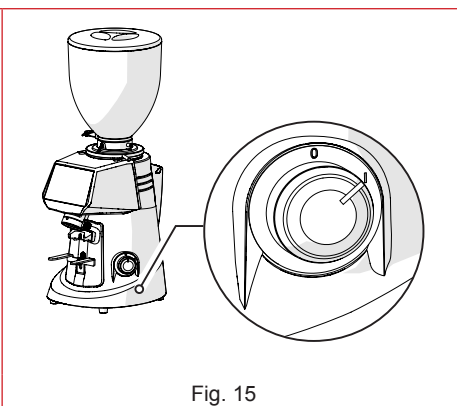

Fig. 15
- Ruotare in posizione "I" l'interruttore di accensione macchina (Fig. 15).